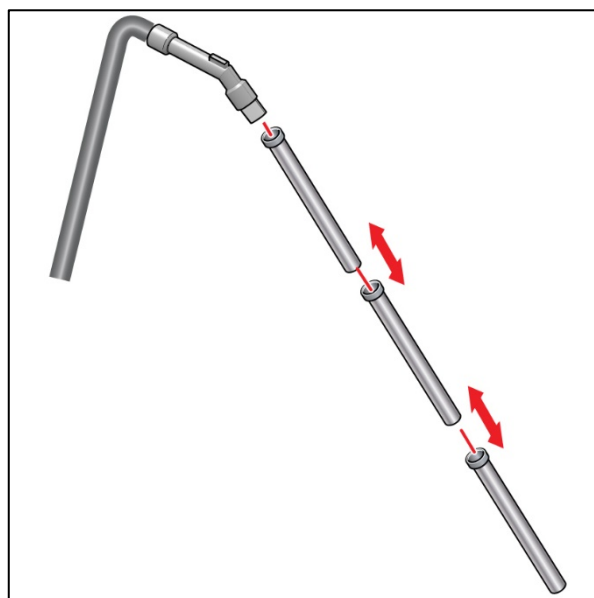

Figura 16
1. Aggiungi o rimuovi una sezione dell'asta (Figura 16, pos 1) per regolare la lunghezza